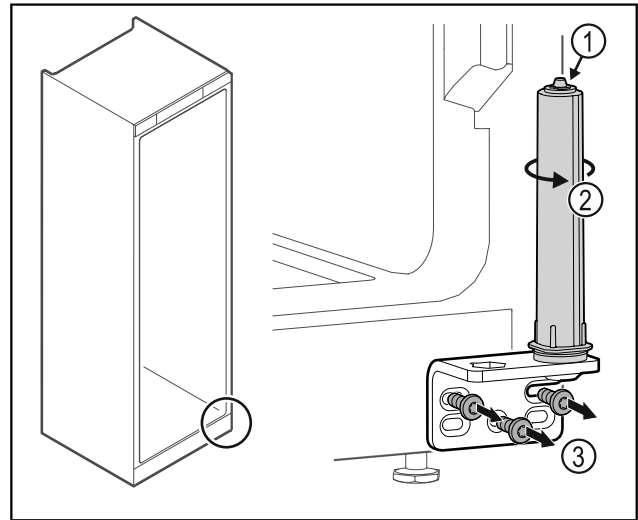

Fig. 36
- Non disassemblare il sistema di chiusura della porta Fig. 36 (1).
- Ruotare il sistema di chiusura Fig. 36 (2) finché non si innesta con un clic.
- Svitare la cerniera angolare Fig. 36 (3).